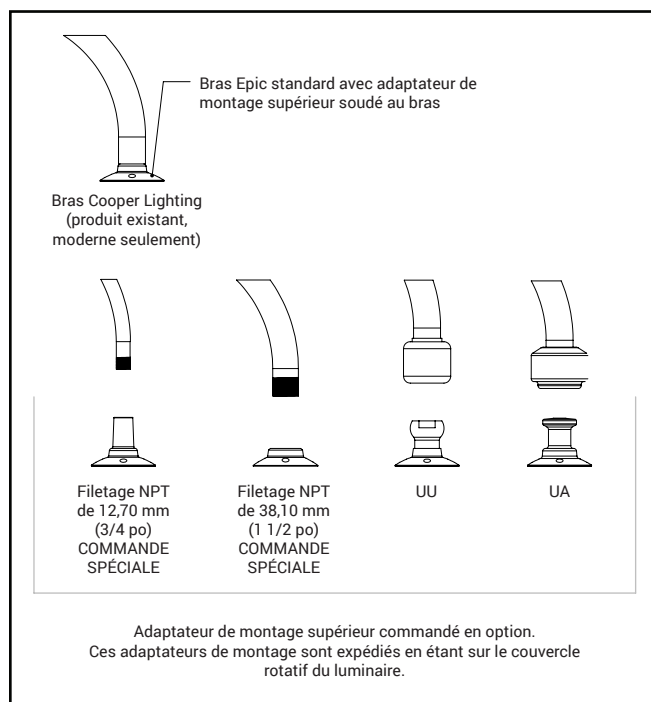

Figure 1.
1. Déterminer le type de bras de montage et la configuration du luminaire commandés (Figure 1). Le bras Cooper Lighting est doté d'un adaptateur de montage supérieur qui est soudé sur son bras. L'adaptateur de montage UU et UA est fixé au luminaire en usine.